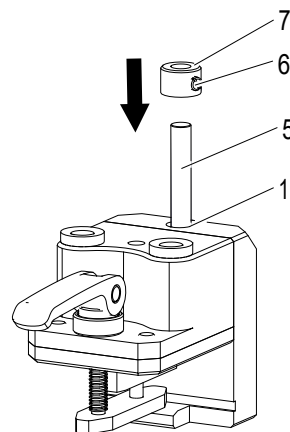
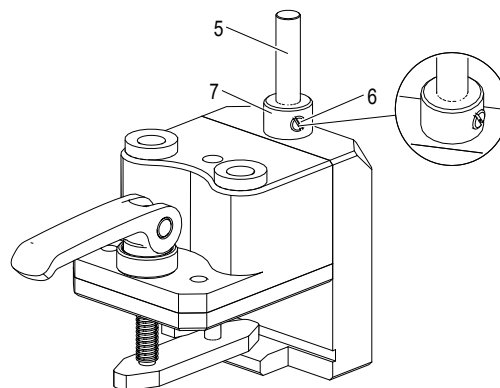
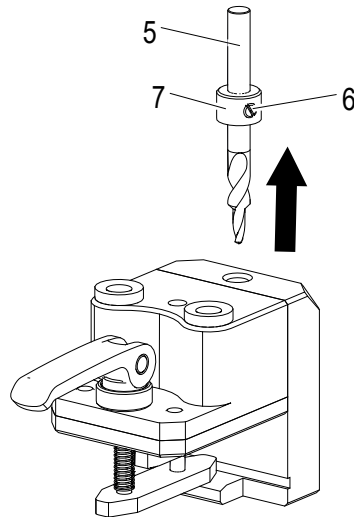

Abb. 102: Stufenbohrer mithilfe des Stellrings fixieren
Abb. 103: Gewindestift (6) anziehen
Abb. 104: Stufenbohrer (5) mit angezogenem Stellring (7) aus der Bohröffnung entnehmen
- Den Anschlagring am Stufenbohrer M3 90° befestigen (siehe Abb. 102 bis Abb. 104).
- Den Stellring (7) mit Gewindestift (6) über den Stufenbohrer (5) stecken.
- Den Gewindestift (6) anziehen (siehe Abb. 102 und Abb. 103).
- Den Stufenbohrer (5) mit angezogenem Stellring (7) und Gewindestift (6) aus der Bohröffnung (1) entnehmen (siehe Abb. 104).